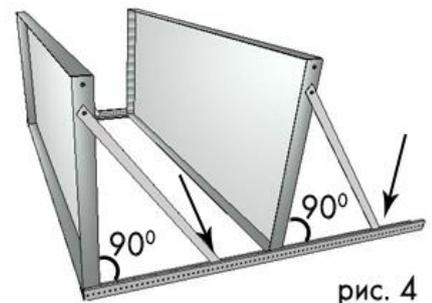

рис. 4
5. После этого полки ставятся перпендикулярно стойкам, и планка-полкодержатель крепится к стойкам через соответствующее отверстие болтовым соединением (рис. 4).